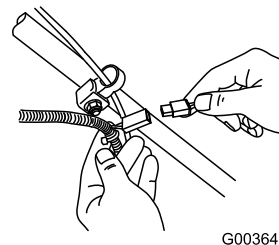

Figura 12
1. Conecte el cargador al arnés de cables del cortacésped, situado debajo de la llave de contacto (Figura 12).